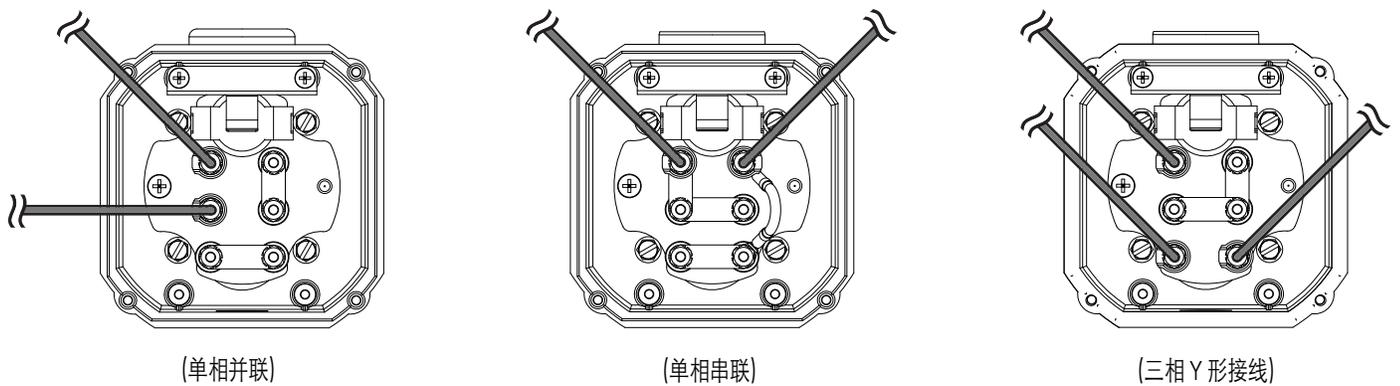

图 9。加热箱元件相位配置。更换元件可以有不同的相位配置。
4. 外壳内部的线缆接头与下页的相位设置之中的一个对应。注意您设备的相位配置和电线接头位置。见图 9。